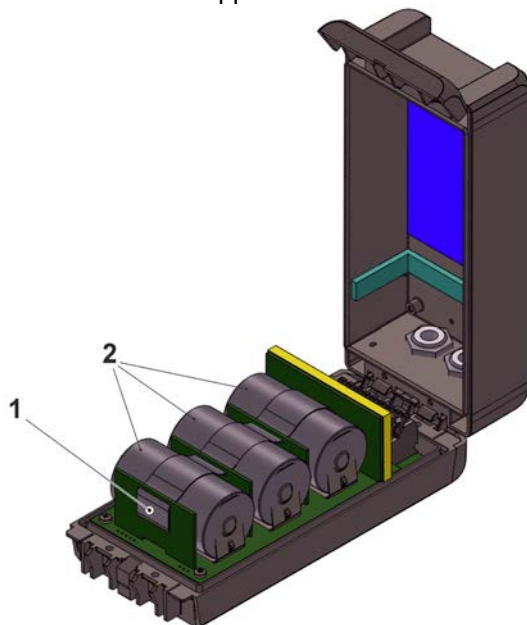

Abb. 48-1 Batterietausch (hier: in Gehäuse S – Sonderform)
2. Ösenband (Abb. 48-1 Pos. 1) zur Sicherung der Batterien oben lösen und ggf. ausfädeln zum Entnehmen der Batterien (Abb. 48-1 Pos. 2).
3. Klettband (nicht abgebildet) zur Sicherung des Akkus lösen und Akku entnehmen (Abb. 48-1 Pos. 3).
4. Neuen Akku zwischen Trennwand (Abb. 48-1 Pos. 2) und Kunststoffstöpsel (Abb. 48-1 Pos. 4) einlegen (dieser dient zur Sicherung des Akkus gegen Verrutschen).